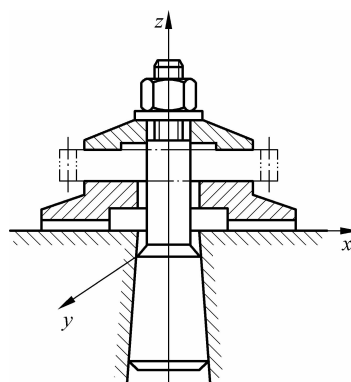

图 2.3 滚齿工序下齿的定位简图
3. 图 2.3 为滚齿时齿的定位和所用夹具的简图。根据六点定位原理,试分析各个定位元件所消除的自由度。